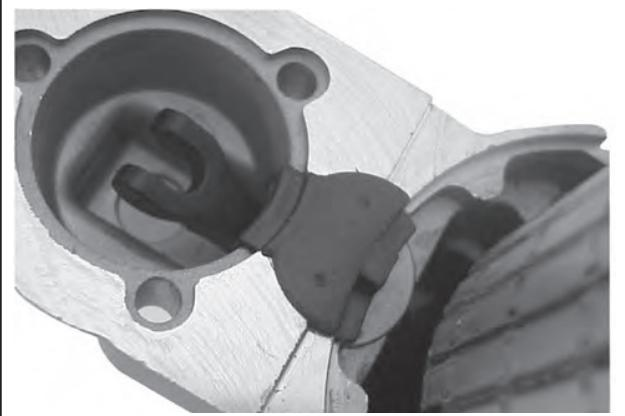

Abbildung 8-64. Installation Stützscheibe und Tüle.
7. Die Stützscheibe und anschließend die Gummitüle in der passenden Vertiefung der Antriebsendkappe installieren. Die geformten Vertiefungen in der Tüle sollten nach außen zeigen und mit den Vertiefungen in der Endkappe übereinstimmen bzw. an diesen ausgerichtet werden. Siehe Abbildung 8-64.